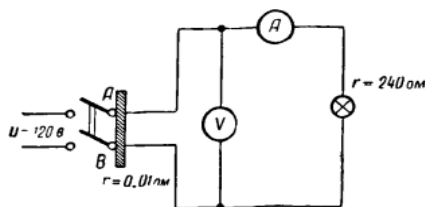

Рис.4. Схема ланцюга лампи
5. Визначити струм у ланцюзі лампи (схема рис. 4), а також через стрижень у разі короткого замикання стрижнем з опором $r = 0.01$ Ом.